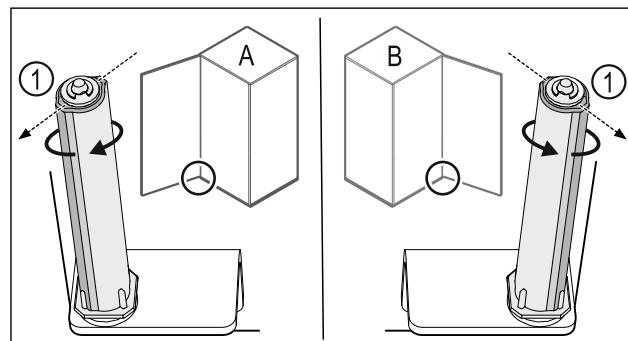

Fig. 39 Розкриття ліворуч (A) / Розкриття праворуч (B)
- ▶ Систему закриття повернати проти опору доки перемичка системи закриття Fig. 39 (1) не показуватиме назовні.